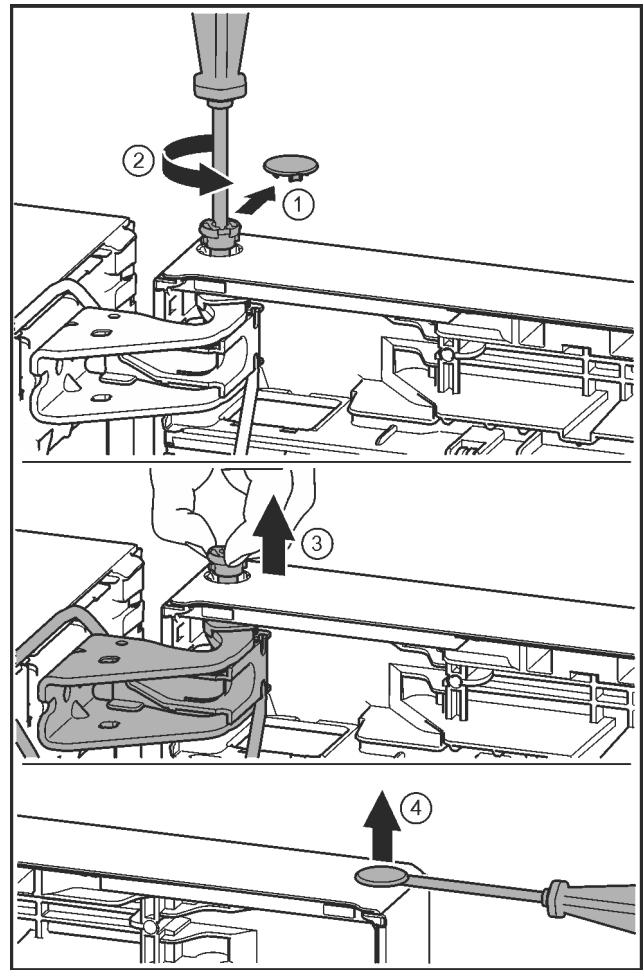

Fig. 21
- ▶ Свалете внимателно предпазния капак. Fig. 21 (1)
- ▶ С отвертка T15 отвийте малко болта. Fig. 21 (2)
- ▶ Дръжте здраво вратата и с пръсти извадете болта. Fig. 21 (3)
- ▶ С плоска отвертка внимателно повдигнете тапата от лагерната втулка на вратата и я извадете. Fig. 21 (4)